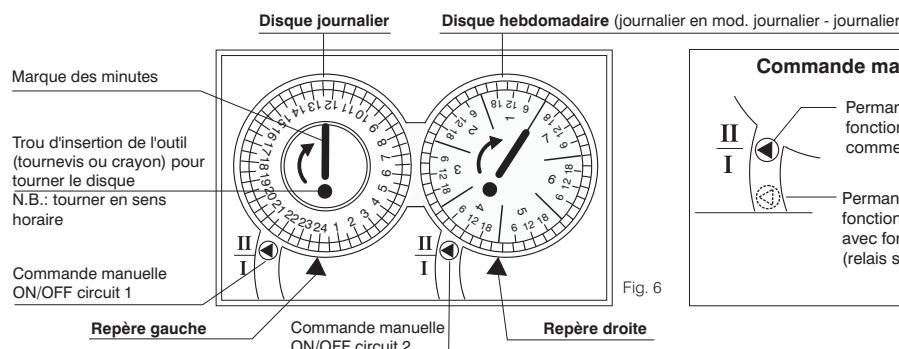

Fig. 6
- Tourner **en sens horaire** le **disque de gauche** (journalier) jusqu'à ce que le **repère gauche** (triangle) de référence se trouve au niveau des 24 (00) heures.
- Tourner **en sens horaire** le **disque de droite** (hebdomadaire) jusqu'à ce que le **repère droite** (triangle) de référence se trouve au niveau de la ligne des 24 (00) heures du jour actuel (1=lundi, 2=mardi...); les deux disques sont désormais synchronisés. (note: sur la fig. 6 le disque de droite a été programmé comme sur l'exemple à 24 (00) heures du jour 5 = Vendredi).